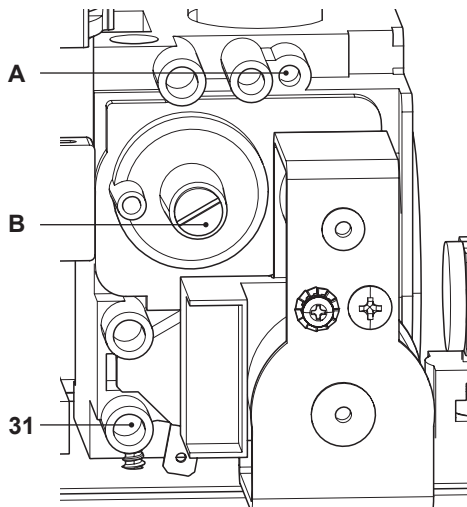

Figura 7.5
- A caldaia spenta (fuori servizio), controllare la pressione di alimentazione utilizzando la presa 31 in Figura 7.5 e confrontare il valore letto con quelli riportati nella tabella Pressioni di alimentazione gas nella sezione "Dati tecnici" pag. 26.
- Richiudere bene la presa di pressione 31 in Figura 7.5.
- Per tarare il **CO2** della caldaia (pressione del gas al bruciatore) svitare completamente il tappo in ottone di protezione B e agire sulla vite a brugola  $\varnothing$  4 mm sottostante Figura 7.5, girando in senso orario il **CO2** aumenta.
- Se i due dati non coincidono agire sulla vite regolazione massimo RQ (A in Figura 7.5) della valvola gas e tarare il  $\text{CO}_2$  allo stesso valore riportato nella sezione "Dati tecnici" in tabella "Dati in sanitario" pag. 26 (modello **KONDENSX N 25 R**) e pag. 29 (modello **KONDENSX N 35 R**). Girando in senso orario il  $\text{CO}_2$  diminuisce.